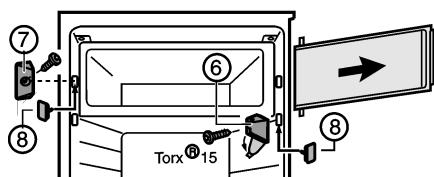

Fig. 2
- Afdekking aan lagerbus Fig. 2 (6) wegklappen.
- Lagerbus Fig. 2 (6) met de vakdeur losdraaien.
- Sluitstuk Fig. 2 (7) losdraaien.
- De vrij geworden gaten met de meegeleverde stoppen Fig. 2 (8) sluiten.